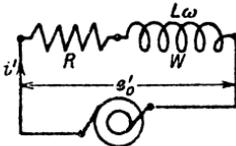

Fig. 116.
259. Ein veränderlicher aber induktionsfreier Widerstand $R = 4, 6, 8, 10 \Omega$ und eine Spule mit dem Widerstande $w = 2$ [3] $(1) \Omega$ und dem induktiven $L\omega = 8$ [9] $(6) \Omega$ sind hintereinander geschaltet und an eine Stromquelle von 100 [80] (120) Volt angeschlossen (Fig. 116). Gesucht wird: